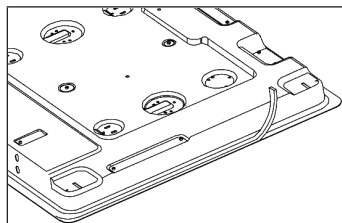

Figura 6
- Sul bordo posteriore del retro del piano utilizzare il cuscino di gommapiuma per incollare un tondo (vedi figura 6).